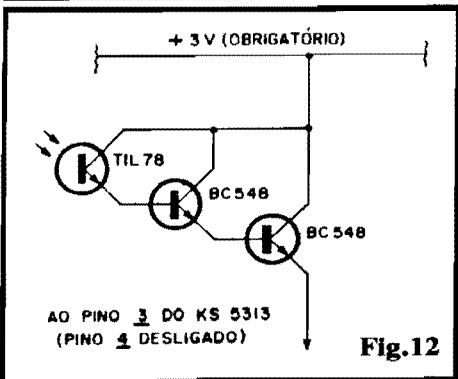

Fig.12
- FIG. 12 - POSSIBILIDADES "NÃO MECÂNICAS" DE CONTROLE AUTOMÁTICO - A adaptação dos circuitinhos do MK1 ou MK2 a caixinhas de música reais (como um pequeno porta-jóias, por exemplo...) não é difícil, conforme sugestões já descritas, improvisando-se contatos elétricos com lâminas comandadas pela balança das tampas, etc. Entretanto, existem soluções tecnologicamente mais sofisticadas que podem ser adotadas pelos Leitores/Hobbyistas... Uma delas, cujo diagrama básico é mostrado na figura, é o comando ótico do sistema, que pode ser usado no gatilhamento do pino 3 do KS5313... Nesse caso, um super-opto-Darlington elaborado com um foto-transistor TIL78 e dois BC548, fica eletricamente intercalado entre a linha do positivo da alimentação e o dito pino 3 do KS5313... A alimentação deve - obrigatoriamente - ficar em 3V (conforme as opções para tal Tensão, já diagramadas para o MK1...), e permanecer conetada...